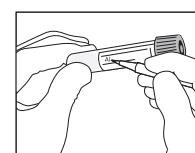

Fig. 4
6. Scrivere i dettagli del paziente sull'etichetta della provetta o applicare l'etichetta di identificazione del paziente (Fig. 4).